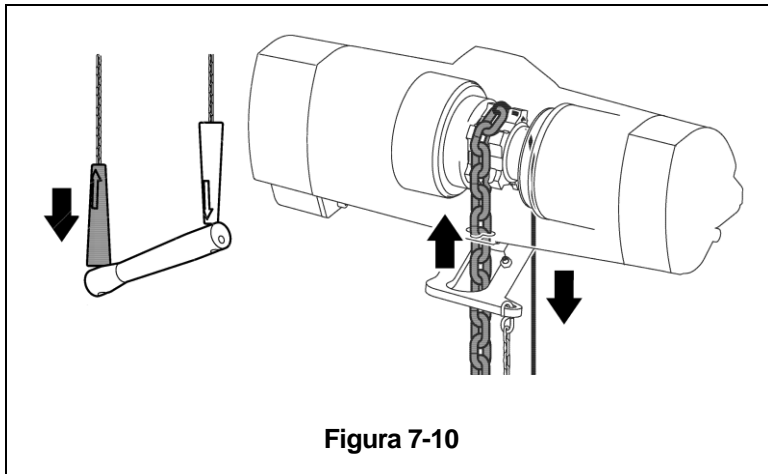

Figura 7-10
- 3) Cuando el primer enlace se coloca en la rueda de la cadena, muévelo lentamente en la dirección de elevación, mientras continúa tirando el cable de acero (vea la **Figura 7-10**).